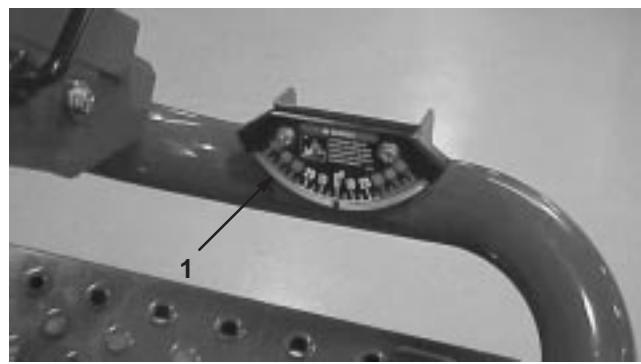

Figure 7
2. Vérifiez que la machine est de niveau en plaçant un inclinomètre à main (fourni avec la machine) sur la traverse de châssis près du réservoir de carburant (Fig. 7). L'inclinomètre doit indiquer 0 degrés si l'on se place à la position de conduite.